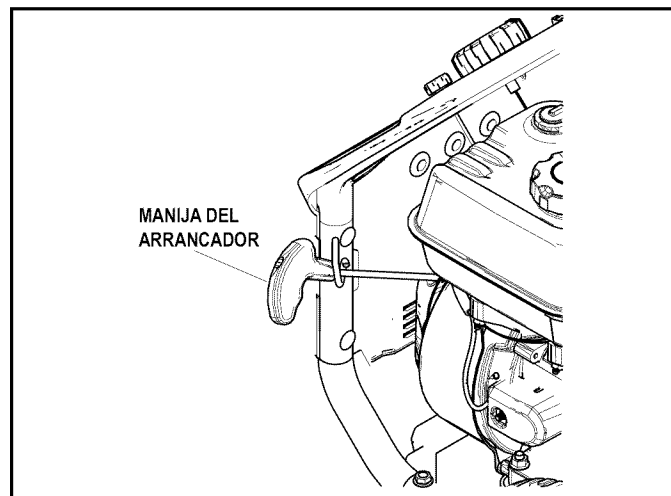

Figura 5-5. Arranque el motor
5. Para arrancar el motor, tome la manija del arrancador (Figura 5-5) y tire lentamente hasta que sienta alguna resistencia. Luego tire rápidamente para dar arranque al motor.